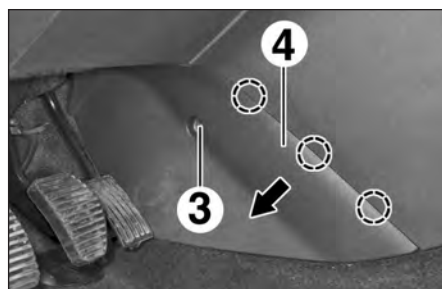

FIG.2
- la vis (3) de la garniture latérale gauche (4) (Fig.2).
- la garniture latérale gauche (4) dans le sens de la flèche,